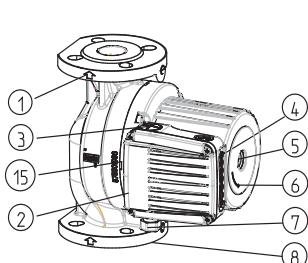
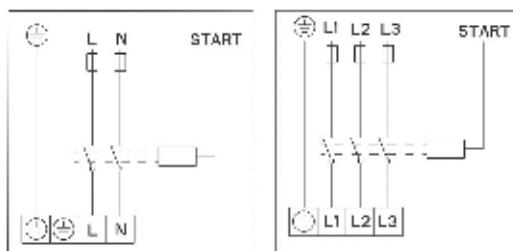

fig. 2
fig. 4
- la direzione del flusso dell'acqua attraverso la pompa deve coincidere con la direzione della freccia sul telaio della pompa (fig. 2-POS.1).
- le flange di montaggio sono PN 6/10 (fig. 2 – POS. 8)
- GHN (basic auto), GHNM (basic, auto) – le pompe dispongono di un telaio idraulico semplice (fig. 2 – POS. 8)
Il conduttore di allacciamento viene collegato tramite il raccordo M20 (fig. 2 - POS. 7).
Il collegamento elettrico va effettuato secondo lo schema di collegamento (fig. 4) riportato sulla parte inferiore del coperchio del motore. Prima del eseguire il collegamento bisogna svitare il coperchio superiore (fig. 2 - POS. 2)
Ogni pompa è capace di coprire l'area di tre caratteristiche idrauliche. Ciò viene reso possibile grazie al montaggio di un elettromotore dotato di tre differenti velocità. Per ottenere le caratteristiche prescelte ovvero le velocità, ① ② ③ la pompa dispone di un tasto da premere (⊖) (fig. 2-POS.4) con il quale si commutano le velocità.
Spegnere la pompa, chiudere le valvole sulla parte di pressione e di aspirazione della pompa, svitare la vite di sfiato con il cacciavite (fig. 2-POS.5) che va immesso nell'intaccatura sull'albero. Questo va girato fino a che non svanisce la forza di attrito. Stringere quindi la vite di sfiato.